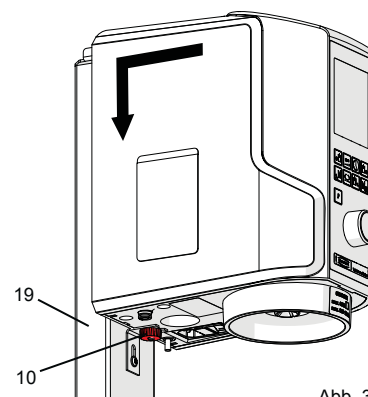

Abb. 3
8. Gerät mit Rändelmutter (10, Abb. 3) sichern.